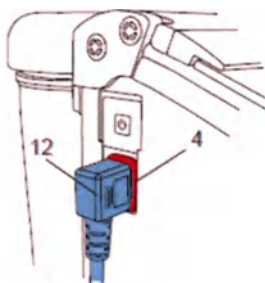

Рис.14
4. Подключение к электросети (рис.14):
- Вставьте сетевой кабель (12) в розетку прибора (4)